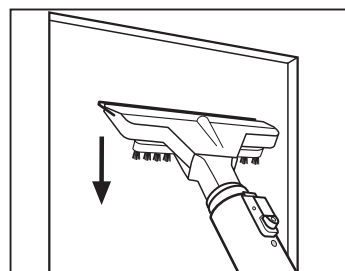

Fig. 11
- pressionar a lâmina de borracha na superfície e aspirar a água presente executando movimentos rectilíneos verticais para baixo (Fig. 11).